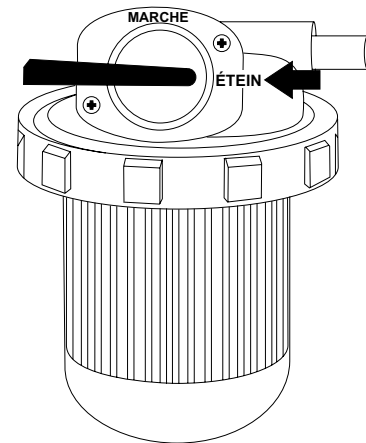

**Figure 51. Levier de la valve de carburant
7. Placez le levier du robinet de carburant (Figure 51) dans la position d'eteind.